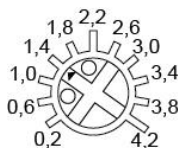

Рис.6. Установка тока фазы двигателя
5. Встроенным потенциометром «CURRENT» установите требуемый ток фаз двигателя согласно рис.6.